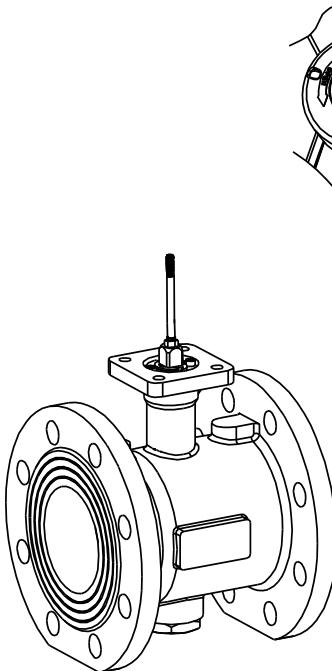

图 4
- 如图 4, 将螺杆旋入阀杆, 用扳手把螺母上紧, 防止螺杆松动。